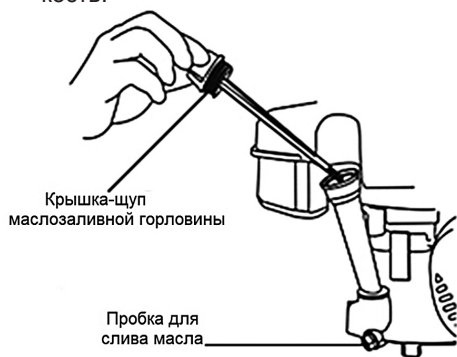

Рис. 15 Замена моторного масла
3. Открутите пробку для слива масла (Рис. 15) и слейте отработанное масло в подготовленную для этого емкость.